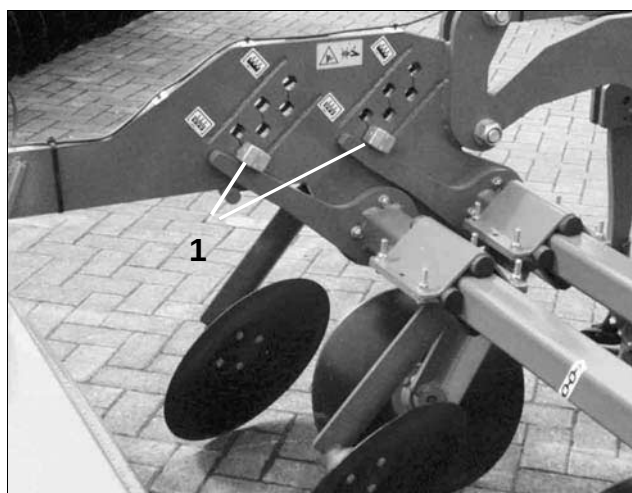

Fig. 11
- Placez plus haut/plus bas l'axe excentré (Fig. 11/1) et / ou tournez le.